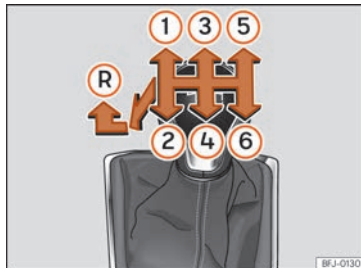

Abb. 244 Schaltschema des 6-Gang-Schaltgetriebes.
Auf dem Schalthebel sind die Positionen der einzelnen Fahrgänge dargestellt **»» Abb. 244.**
- Schalthebel auf Leerlauf stellen und nach unten drücken, ganz nach links und dann nach vorne schieben, um den Rückwärtsgang **»» Abb. 244** einzulegen.